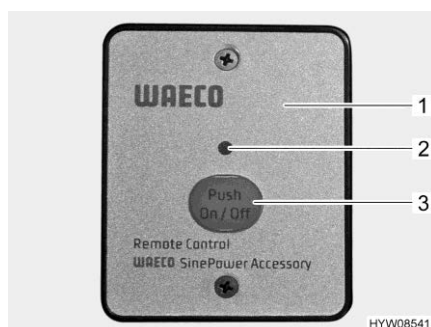

Fig. 116 Interruttore esterno (invertitore)
- Premere il tasto "On/Off" (Fig. 116,3). Il LED (Fig. 116,2) si accende.
- Premere il tasto "On/Off" (Fig. 116,3). Il LED (Fig. 116,2) si spegne.